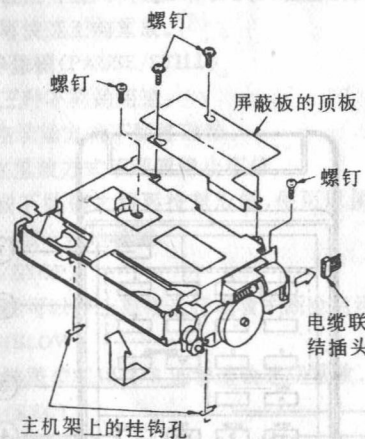

图 1-3-1 带盒仓组件的更换
- ① 拔掉联接印制板的电缆联接插头。
- ② 松开在屏蔽顶板上的 3 个螺钉并移开屏蔽板。
- ③ 拆掉机座上安装带盒仓的两个紧固螺钉
- ④ 首先向前拉带盒仓组件,从主机座上挂钩孔中摘掉钩爪,然后向上取出带盒仓组件并更换它,见图 1-3-1。